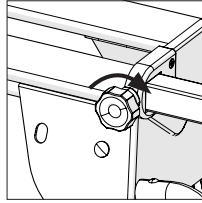

Fig. 3
- Atornille los botones de bloqueo (24mm) en posición para asegurar los raíles guía a cada lado. **(Fig. 3)**